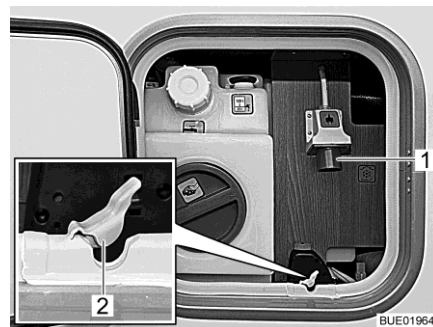

Bild 188 230 V-anslutning på fordon
- Öppna tätningen (Bild 188,2) i kabelgenomföringen.
- Sätt i insticksanslutningen vid fordonets 230 V-anslutning (Bild 188,1).
- Dra i anslutning (Bild 188,1) av fordonets instickskoppling och ta bort anslutningskabeln.
- Tryck tätningen (Bild 188,2) av kabelgenomföringen i serviceluckas tätningens öppning.